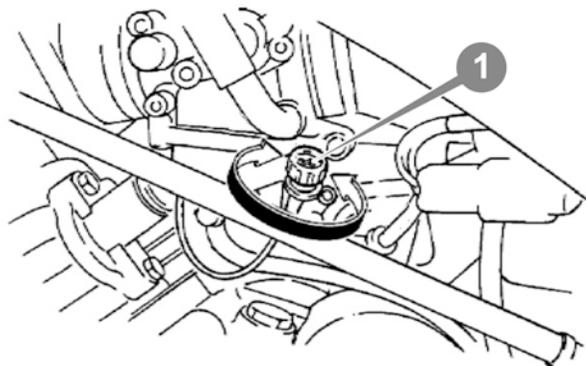

Рисунок 5.6.
При необходимости, отрегулировать обороты холостого хода можно вращением винта регулировки холостого хода (1) (см. рис. 5.6.), который регулирует положение дроссельной заслонки карбюратора. Для регулировки оборотов холостого хода необходимо завести и прогреть двигатель. Затем вращением винта в ту или иную сторону добиться минимально возможных устойчивых оборотов коленвала двигателя.